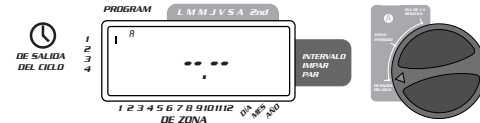

FIGURA 5: Pantalla LCD con hora de inicio
- La manera en que usted fije la hora de inicio es la misma para los dos programas. Haga girar el dial a la posición de **HORAS DE INICIO** del programa que desee fijar. La pantalla mostrará una A o una B, según el programa que haya seleccionado. En la pantalla se leerá --:-- y aparecerá un cursor intermitente en la posición **INICIO 1** [Vea la figura 5].